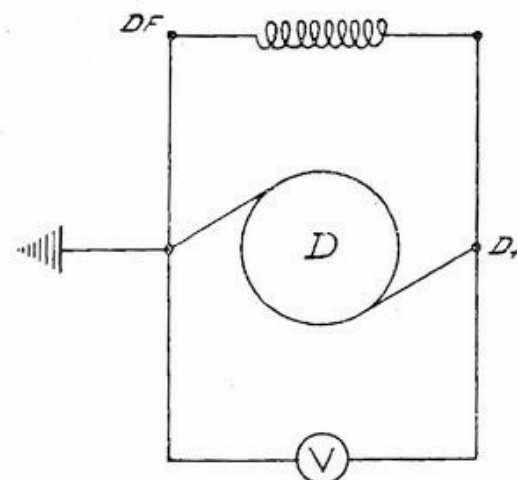

Fig. 120 - Schema prova dinamo a vuoto.
**a) Prova a vuoto:** Montare la dinamo sull'apposito banco prova. Collegare il morsetto DF alla massa ed inserire il voltmetro tra il D + e la massa (fig. 120). Aumentare lentamente i giri fino ad ottenere la tensione di 6 V. A questo punto il numero di giri deve risultare minore o uguale a 1450 g/1'.